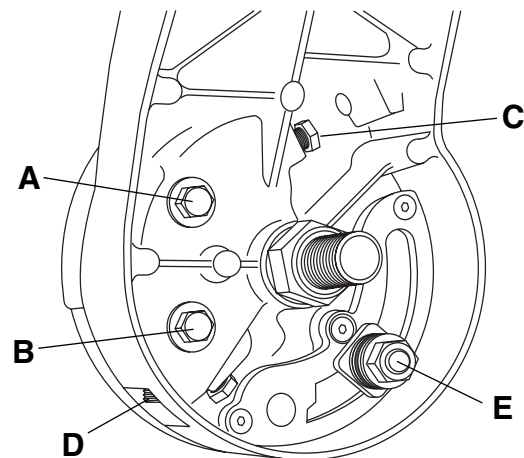

Figura 2. Calibración de la hoja a 0 grados (en ángulo recto con la mesa)
3. Afloje las cabezas de perno "A" y "B" con la llave de tuercas de boca abierta de 10 mm al menos una vuelta completa (Figura 2).
4. Coloque la broca de la llave Allen de 4 mm en la herramienta universal y afloje el tornillo de ajuste "D" al menos 3 vueltas completas (Figura 2).